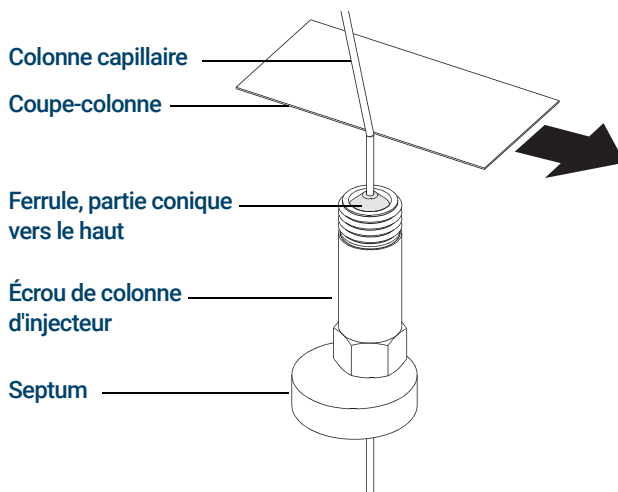

Figure 19. Préparation d'une colonne capillaire pour son installation
- 2 Muni(e) de gants propres, appuyer sur la colonne dans le septum (cela exerce un peu de pression). Puis, faire glisser l'écrou de colonne et la ferrule préparée sur le côté libre de la colonne. (Voir **Figure 19**.) Le côté conique de la ferrule doit être orienté vers l'extérieur de l'écrou de colonne.